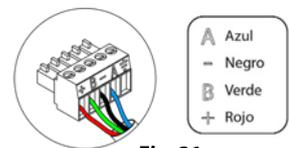

Fig. 21
Para la conexión al bus de conexión Airzone de la central ② dispone de 1 borna de 5 pines. Fije los cables con los tornillos de la borna respetando el código de colores (Fig. 21).